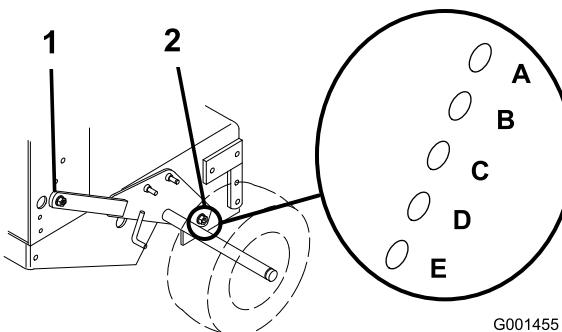

Figure 12
- Desserrez, sans les enlevez, les 2 boulons de pivot et les 2 boulons de réglage de l'essieu (Figure 12).
- Placez un cric sous le bâti du moteur, au centre et à l'arrière. Soulevez l'arrière du bâti du moteur jusqu'à ce qu'il soit possible de déposer les 2 boulons de réglage de l'essieu avant (Figure 12).
- Levez ou abaissez le bâti du moteur à l'aide du cric de sorte à pouvoir insérer les 2 boulons de réglage de l'essieu avant dans les trous voulus (Figure 12).